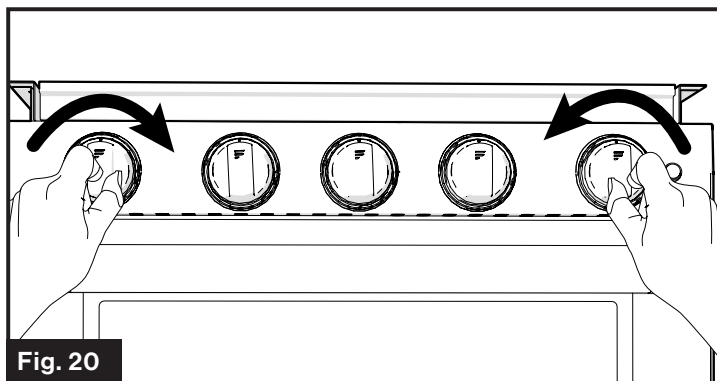

Fig. 20
3. Maintenez le bouton de commande du four enfoncé et tournez le bouton d'allumage dans le sens des aiguilles d'une montre à plusieurs reprises jusqu'à ce que la flamme pilote du brûleur du four soit allumée. (Fig. 20)